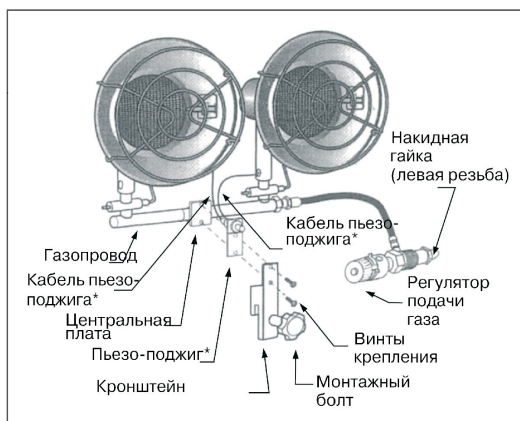

Рис.3. Внешний вид нагревателя. Звездочкой обозначены элементы, присутствующие у моделей с пьезо-поджигом.
4.2. Для моделей с пьезо-поджигом (DLT-ТТ15P, DLT-ТТ30P) подключите провода от пьезоэлектрического преобразователя к соответствующим разъемам в камере сгорания (см. рис.3). Обратите внимание, правый и левый кабели различаются.